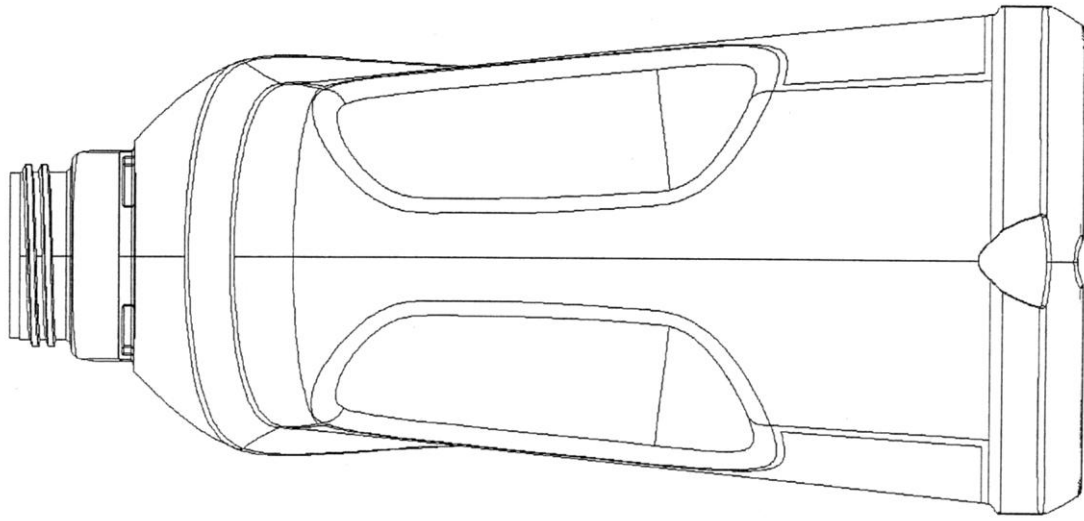

Fig. 16
- fig. 16 - odmianę 3 butelki w widoku z prawego boku,